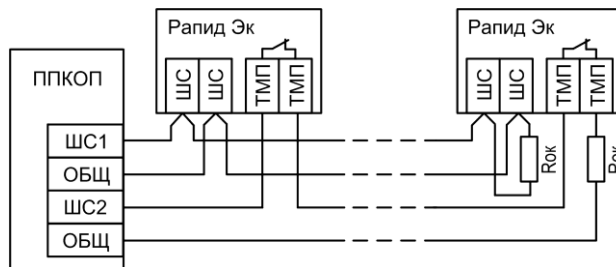

Рис.2 Схема подключения извещателей к ППКОП
- Питание по шлейфу сигнализации. Подключение извещателя к прибору приемно-контрольному охранно-пожарному (далее – ППКОП) осуществляется по двухпроводной схеме (см. рис.2). Для работы извещателя не требуется источника напряжения 12 В и соответствующей линии питания.
При помощи отвертки с плоским шлицем удалите пластиковые заглушки на задней стенке извещателя в месте крепления ответной части кронштейна – см. рис.1а. Закрепите на основании извещателя ответную часть кронштейна, установите плату в основание. Подключите провода в соответствии со схемой подключения (рис.2), предварительно продев их в отверстия. Полярность подключения ШС и ТМП может быть любой. При монтаже последнего в шлейфе извещателя, к контактам ШС и ТМП подключите оконечные резисторы Rок (рис.2). Установите переключки в нужное положение (табл.1). Закройте крышку извещателя.